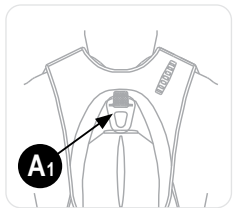

Figura 10
- Conecte la carabina del cordón de absorción de energía en el punto de sujeción del sistema anticaídas marcado **A1** (consulte la figura 10). **A1** es el único punto de sujeción que accionará la función de rescate del Latchways PRD descender device.